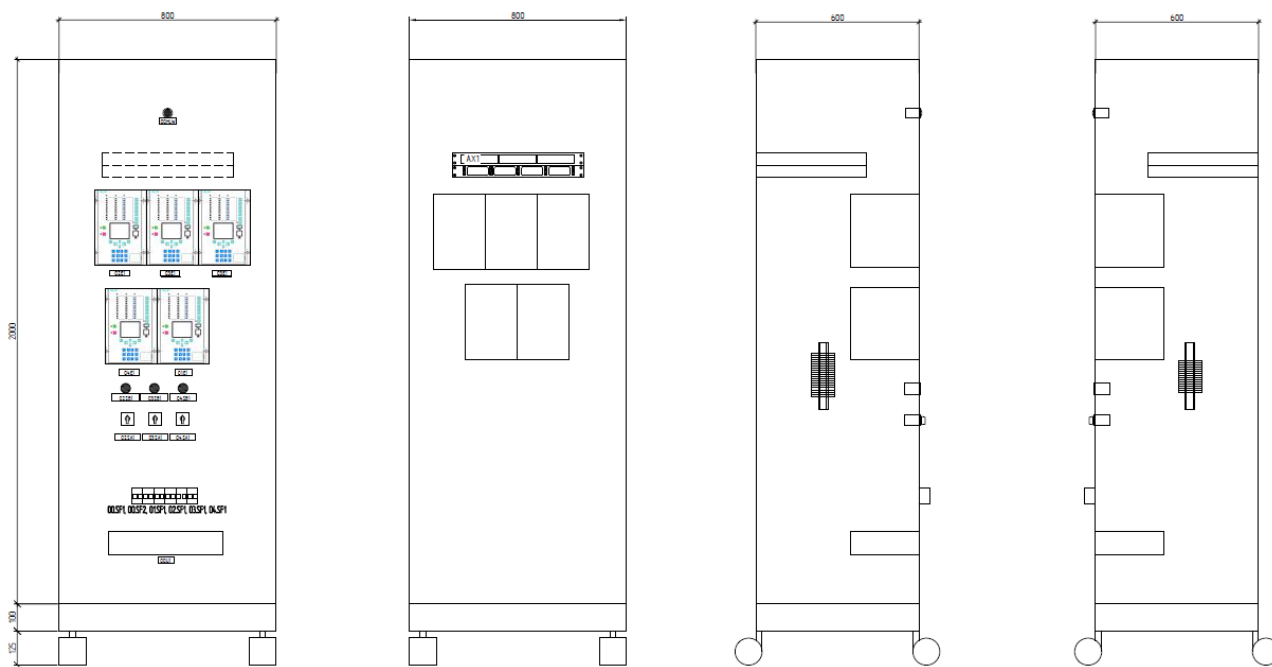

Рисунок 4. Панель защит 6-35 кВ.
- панель защит 6-35 кВ с комплектами БЭ2704Б0103 (защ. ОЛ), БЭ2502Б0201 (защ. СВ), БЭ2502Б0303 (защ. ввода), БЭ2502Б0402 (защ. ТН), БЭ2502Б1901 (защ. ТСН) (рис. 4);